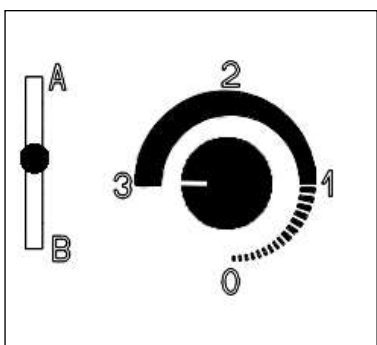

Fig. 11. Allumage et rechargement
2. Tournez le bouton de contrôle de la combustion et positionnez-le vers la gauche. Ce bouton doit être tourné manuellement ou en appuyant sur la touche «ON/Hi» de la télécommande (en option). (Configuration fig. 11)